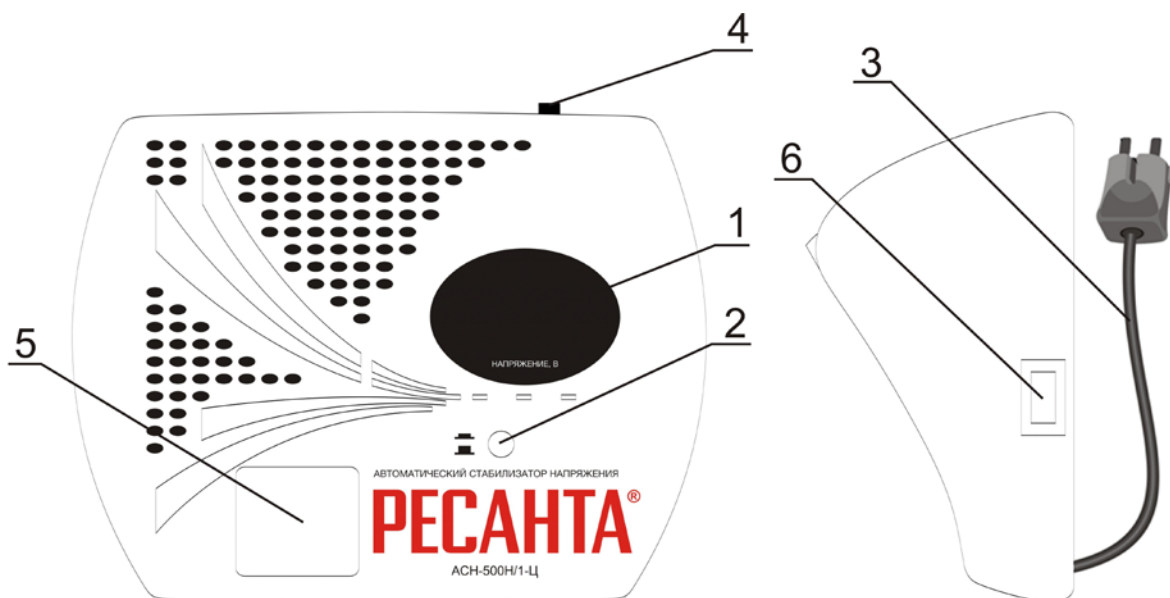

рис. 2
- Убедиться в том, что выключатель (рис. 2, поз. 3 ) находится в положении «выкл».
- Перевести выключатель (рис. 2, поз. 3 ) в положение «вкл» на 10 секунд.
- Дисплей (рис. 2, поз. 1 ) должен показывать 220 В при работе стабилизатора в штатном режиме.
- Перевести выключатель (рис. 2, поз. 3 ) в положение «выкл».
- Включить нагрузку в розетку (рис. 2, поз. 5 ) стабилизатора.
- Установить выключатель (рис. 2, поз. 3 ) в положение «вкл».
1. Не горит индикатор «сеть»	1. Вилка не включена в розетку 2. Проверить, включен ли выключатель (рис. 2, поз. 3 ) 3. Проверить предохранитель (рис. 2, поз. 4 )